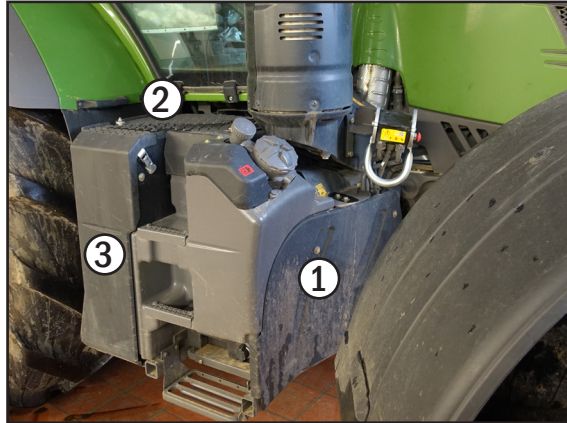

Abb. 10: Batterieverkleidung entfernen und öffnen
Demontieren Sie die Verkleidung vor dem rechten Tritt (siehe Abb. 10 – 1).
Entfernen Sie zudem die obere Verkleidung der Batterie (2) und öffnen Sie die vordere Klappe des Batteriekastens (3) (siehe Abb. 10).